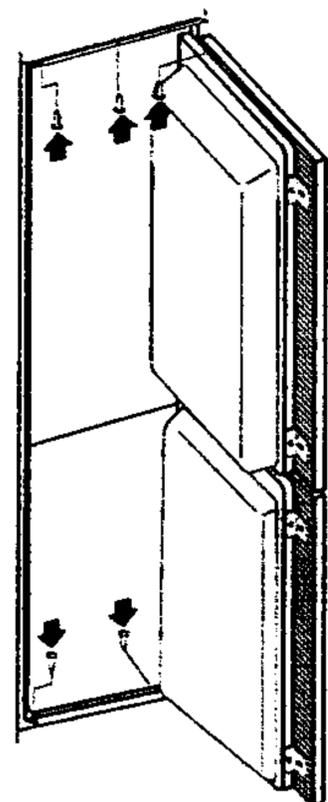

Figure 5
- ❖ A la fin, fixez l'appareil dans le meuble. Vissez l'appareil à la partie haute du meuble avec trois vis par la plaquette du haut (A 4 x 12) et au fond du meuble avec deux vis par les pivots inférieurs (A 4 x 16). Forez les trous de  $\varnothing 3 \times 5$  pour les vis (Figure 5).